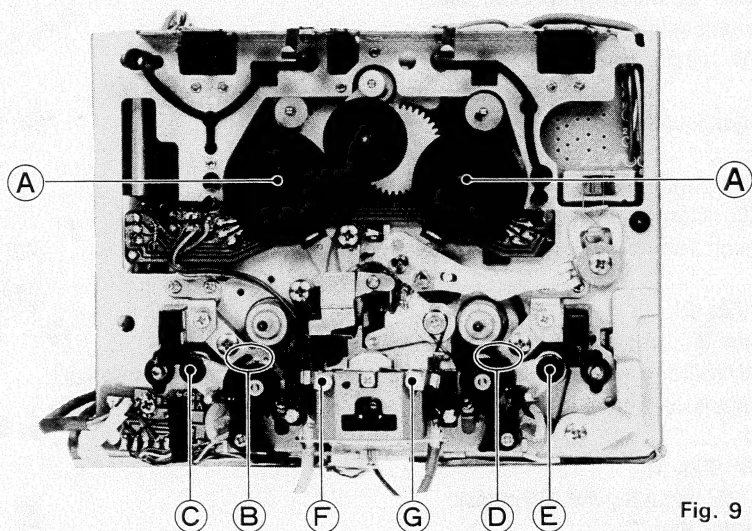

Fig. 9
4. Reel disk Assemblies (Fig. 9)